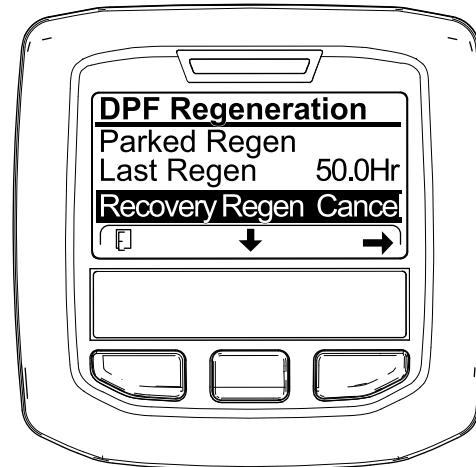
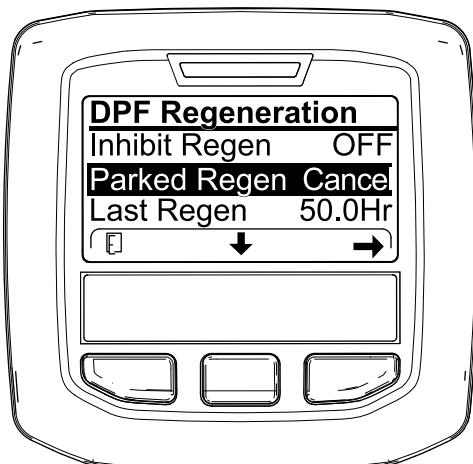

Figure 59
Figure 58
3. Appuyez sur le bouton droit pour sélectionner l'option Regen Cancel (Figure 58 ou Figure 59).
2. Appuyez sur le bouton central pour naviguer jusqu'à l'option PARKED REGEN CANCEL (Figure 58) ou RECOVERY REGEN CANCEL (Figure 59).